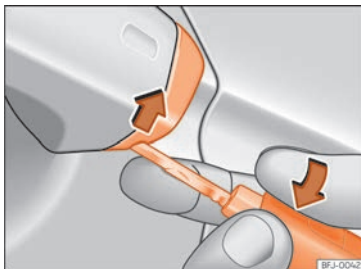

Fig. 95 Poignée de la porte du conducteur : détachez le cache en faisant lever.
- Introduisez le panneton dans l'ouverture inférieure du cache de la poignée de la porte du conducteur » **fig. 95** et soulevez le cache.